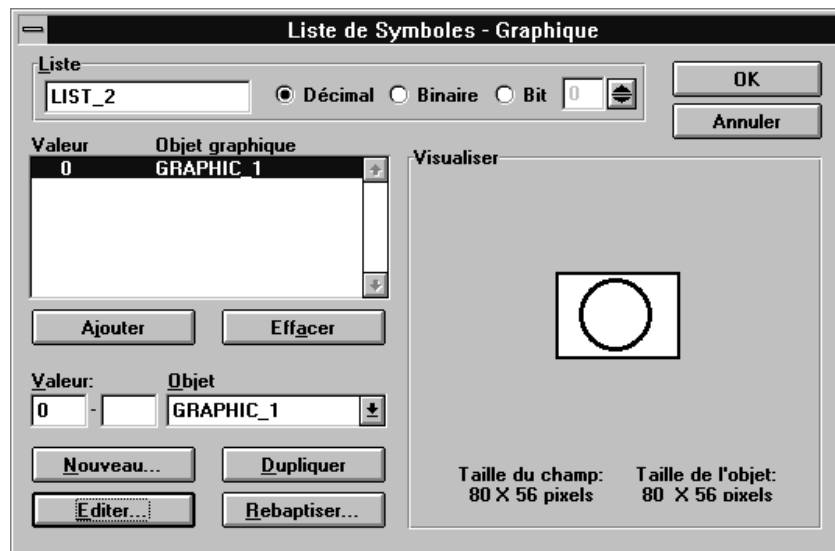

Figure 7-8 Création d'une liste de graphiques
6. Cliquez sur le bouton *Ajouter*. La figure 7-8 représente l'apparence que doit maintenant avoir votre boîte de dialogue.